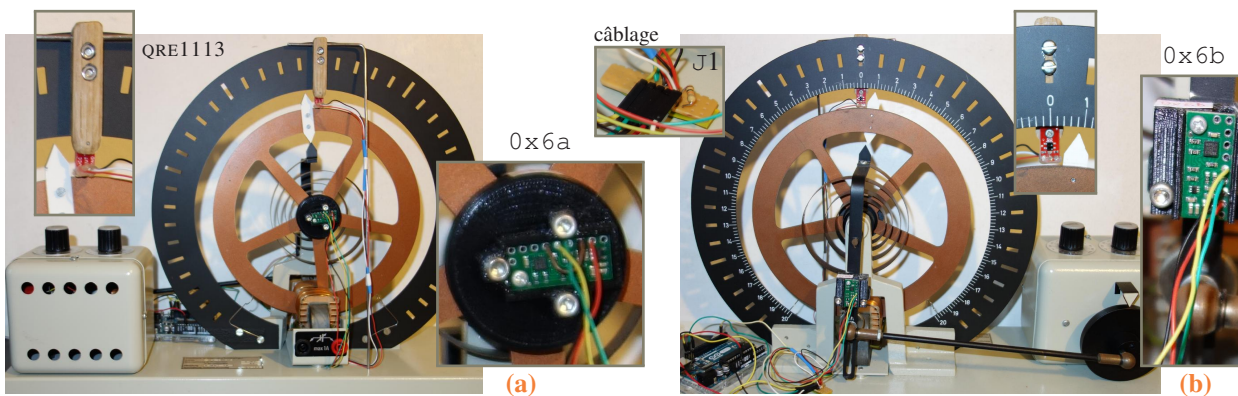

FIG. 16 – Pendule de Pohl : montage des capteurs à l'avant (a) et à l'arrière (b) du dispositif PHYWE P2132705, voir l'appendice 4.11.3B.
Le pendule de *Pohl* est un oscillateur de torsion (voir la fig. 16 et la sec. 4.3.1 du cours de vibrations) constitué de : (a) un disque assez massif en cuivre qui peut tourner autour de son centre par un angle θ avec $|\theta| \leq \theta_{\max}$; (b) un pointeur (une flèche blanche) placé sur le disque permettant de repérer l'angle de rotation θ sur le rapporteur ; (c) un ressort spiral, qui exerce un couple mécanique avec la tendance à ramener le disque vers sa position d'équilibre à $\theta = 0$; (d) un système de freinage électromagnétique (par les courants de *Foucault* et la force de *Laplace*) qui permet d'amortir les oscillations de façon douce et contrôlée ; (e) un moteur, relié au ressort par un levier. Lorsque le disque tourne d'un angle θ , le ressort s'enroule (ou se déroule), ce qui fait apparaître une force de rappel dont le moment mécanique s'oppose au moment du disque. Si on lâche le disque, le système retrouve son état d'équilibre en oscillant : c'est le régime d'oscillations *libres*. Le moteur permet d'exercer une force excitatrice sinusoïdale sur le pendule, dont la fréquence $\Omega/(2\pi)$ correspond à la fréquence de rotation du moteur et peut être ajustée. Le système se met au régime sinusoïdal *forcé* avec la même fréquence.
- Sur une des cartes L3GD20H, mettre (souder) un cavalier entre SDO et GND pour lui attribuer l'adresse I2C 0x6a. Cette carte sera destinée à mesurer les mouvements du pendule et sera dénommée «avant» (AV) et/ou par son adresse. L'autre carte sera destinée à mesurer les (petites) poussées du moteur et sera dénommée «arrière» (AR) et/ou par son adresse 0x6b (voir la fig. 16).
- Fabriquer (imprimer) le petit support de la carte **QRE1113**. Utiliser 2 vis M3.10 avec écrous pour l'installer dans la fente du rapporteur noir au point 0 g.d. (l'équilibre en haut) de côté «avant» (côté flèche blanche sur la fig. 16). La carte même s'y fixe avec une vis VB2.5. Vérifier que la distance entre QRE1113 et la flèche reste de 2–3 mm, et que le pendule peut osciller sans empêchement (voir la fig. 16).
4.12 PCR et qPCR thermal cycler (DS)